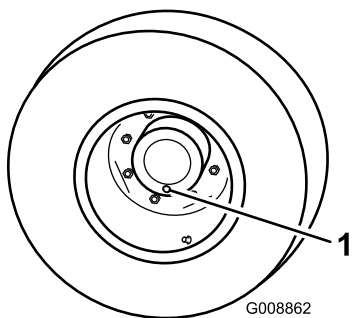

Figura 44
1. Con la macchina parcheggiata su una superficie piana, posizionate la ruota in modo che il tappo di controllo/riempimento (Figura 44) si trovi nella posizione ore sei.